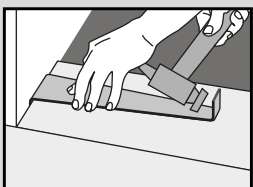

Fig. 6
6. Continúe instalando tablonces a lo largo de la sala hasta completar la fila ayudándose de un rodillo de mano. Solo si fuera necesario, utilice una maza de goma y un recorte del producto para golpear con suavidad y que encaje. Puede utilizar una palanca para encajar el producto en los bordes del perímetro de la sala (fig. 6).